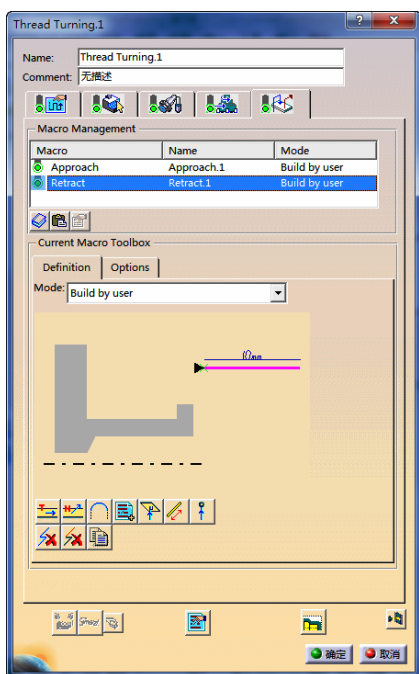

图 6-165 设置“Retract”参数(9)
- 在“Macro Management”区域的列表框中选择“Retract”，单击鼠标右键，在弹出的快捷菜单中选择 Activate 命令，在“mode”下拉列表中选择“Build by user”，然后单击 Remove all motion 按钮和 Add Tangent motion 按钮，设置“Retract”参数(9)如图 6-165 所示。